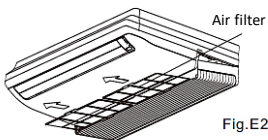

Fig.E2
2. Togliere il filtro dell'aria (vedi Fig. E2).
4. Reinstallare il filtro dell'aria nell'ordine inverso rispetto a Fig.E2.